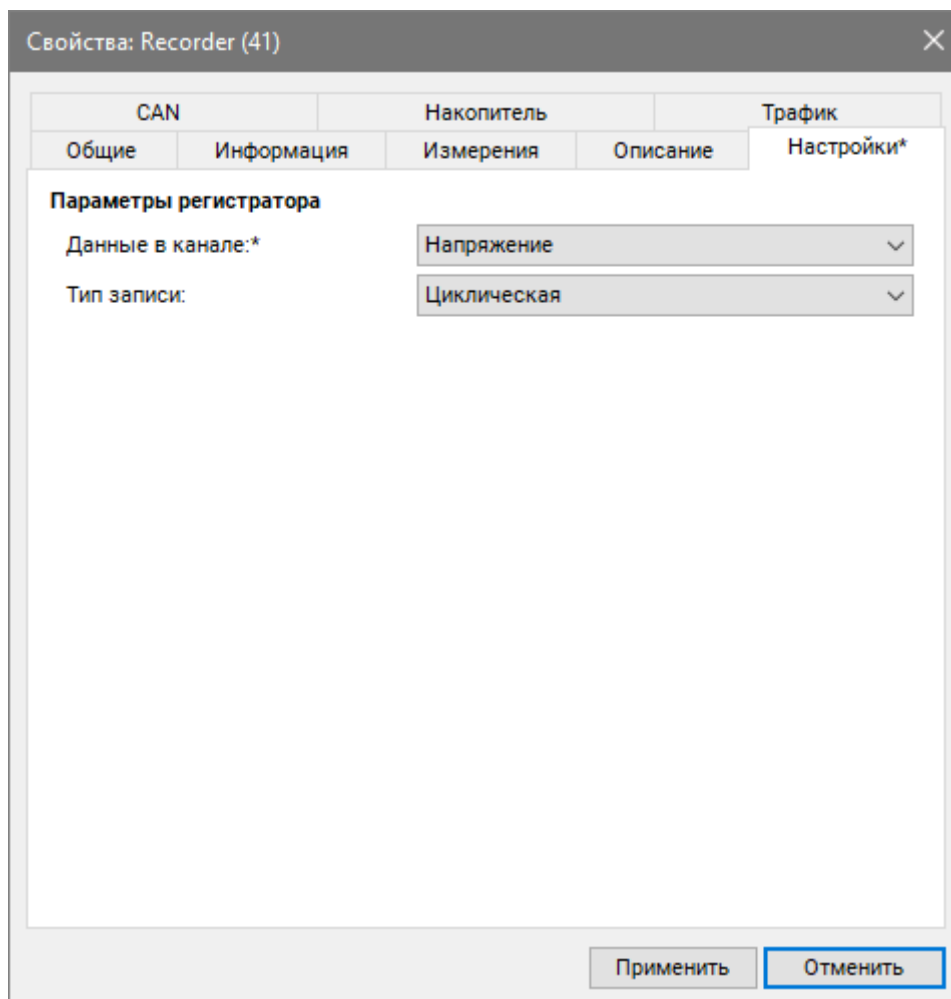

Рис. 5.13 Вкладка «Запись» ZET 7173
- во вкладке «Настройки» в поле «Тип записи» следует выбрать соответствующий тип записи: циклическая или линейная (Рис. 5.13). Тип записи «Циклическая» выбирается, когда необходима автоматическая перезапись старых файлов новыми, в случае если закончится свободное место на карте памяти регистратора. При выборе типа записи «Линейная» перезапись файлов производиться не будет, а будет прерываться, когда закончится свободное место на карте памяти регистратора.